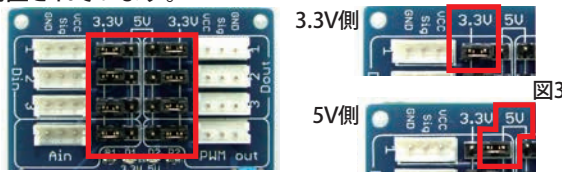

図3のようにジャンパーピンを3.3V側に挿入すると、MESH GPIOタグの3.3V電源が分配端子に接続されます。一方5V側にジャンパーピンを挿入すると、補助電源の5V入力分配端子に接続されます。(図4参照)
①端子横の3.3Vと5Vを切り替えるジャンパーを「5V」側に設定します。(図3参照。出荷時は3.3V側に挿入されています。)
②5V補助電源のDCジャックに5VのACアダプタを接続します。